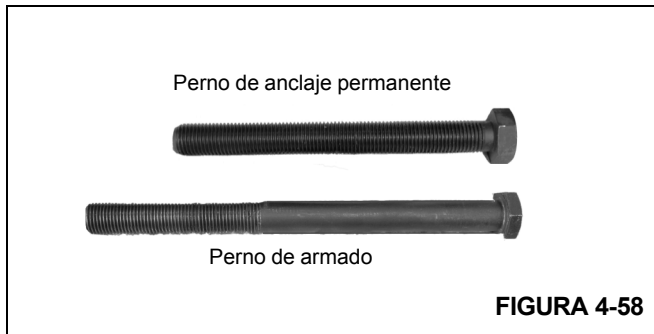

FIGURA 4-58
- 21. Instale el perno de ajuste (Figura 4-58) en el conjunto de anclaje.